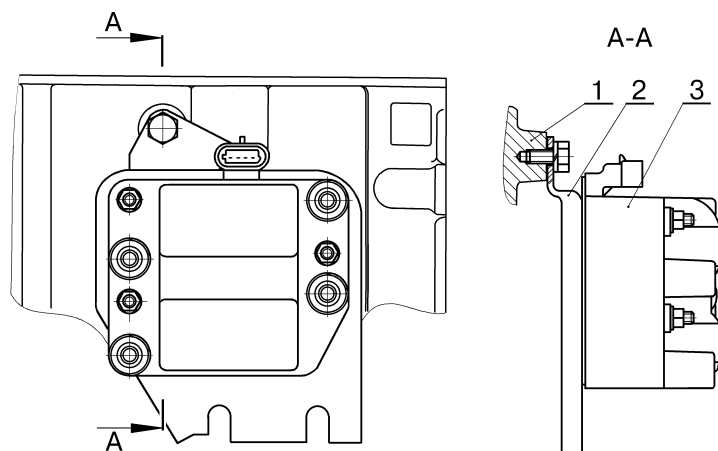

Рис.9. Установка модуля зажигания:
- установить на кронштейн 2, рис.9, модуль 3 зажигания и закрепить (головка сменная 10, вороток);